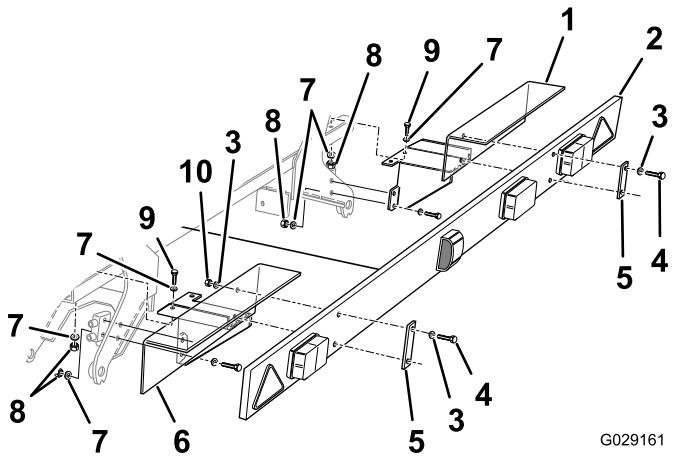

Bild 14
1. Befestigen Sie die Halterungen der Beleuchtungsplatte mit vier Schrauben (M8 x 80 mm), acht Scheiben (M8) und vier Sicherungsmuttern (M8) am Maschinenheck. Montieren Sie auch die zwei Befestigungen, mit denen die Wanderventile für die zwei Heckschneideeinheiten (Schneideeinheit 1 und 5 für Modell 02700 und Schneideeinheit 2 und 6 für Modell 02701) befestigt sind, um den unteren Teil der Halterung zu befestigen, wie in **Bild 14** abgebildet.
2. Montieren Sie die Beleuchtungsplatte an den Halterungen und befestigen sie mit zwei Befestigungsplatten für die Beleuchtungsplatte, vier Schrauben (M10 x 40 mm), acht Scheiben (M10) und vier Sicherungsmuttern (M10), siehe Bild 14.